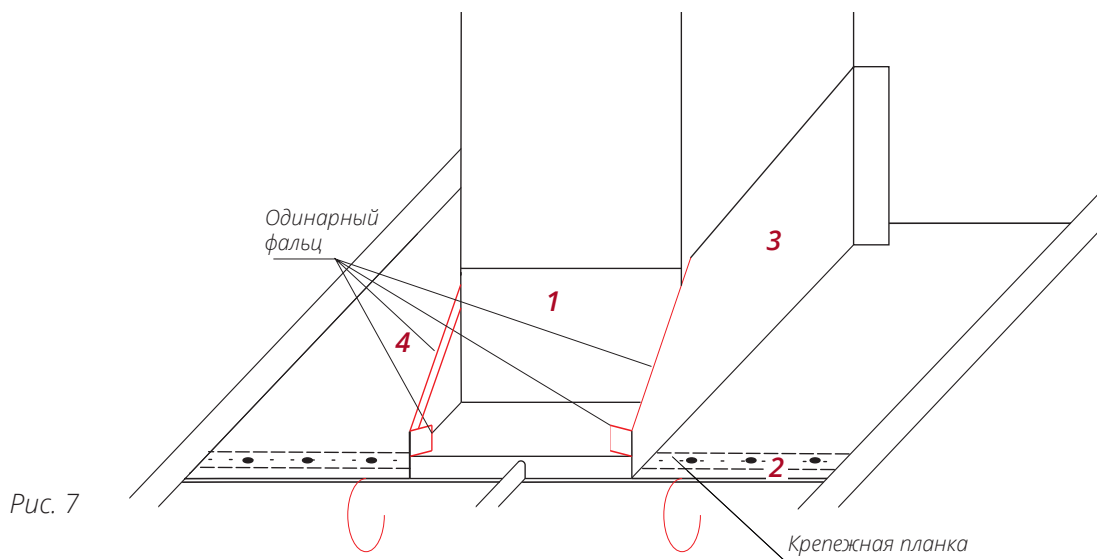

Рис. 7
- Установите Планку примыкания к трубе нижнюю **1**, зацепив ее за крепежную планку **2**. Используйте кровельный герметик (рис. 7).
- Установите подготовленную панель (рис. 7).
- Соедините панель с Планкой примыкания к трубе нижней одинарным фальцем (Рис. 7);